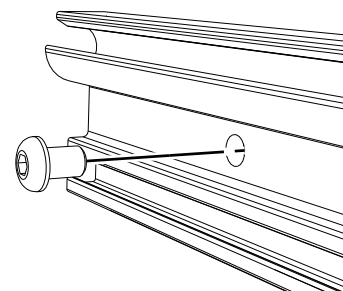

Bild 50. Skruva fast anslagsprofilen
7. Skruva fast anslagsprofilen i de förborrade hålen, se Bild 50